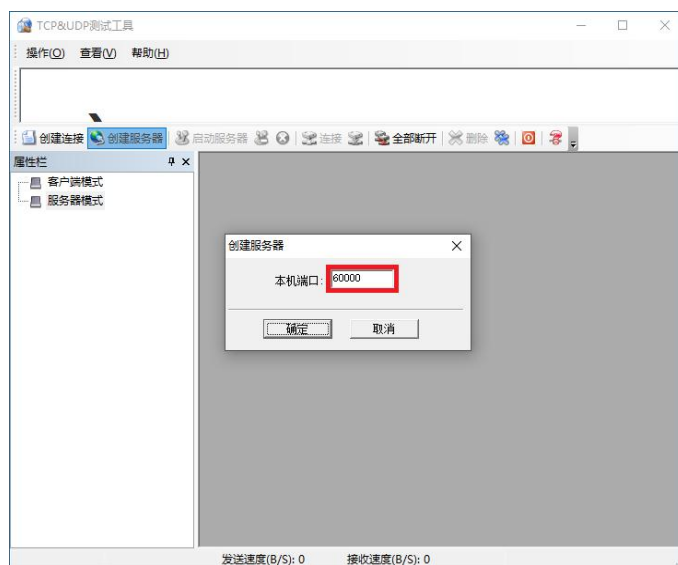

图 18-6 网络参数设置界面
(3) 点击开启服务器，进入传输界面，在发送去输入发送信息，然后点击发送，结果如图18-6所示。